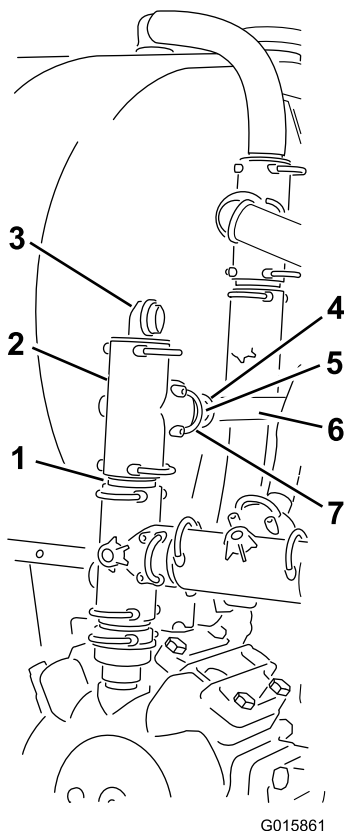

Bild 31
1. Entfernen Sie den Hauptzulaufschlauch von T-Stück und Umwälzungsventil (Bild 31).
4. Bringen Sie einen 90-Grad-Schlauchtüllenanschluss am oberen Ende des T-Stücks an (Bild 31) und befestigen Sie ihn mit einem Gabelbolzen.
Hinweis: Richten Sie die Düsenklemme nach hinten aus (Bild 31).